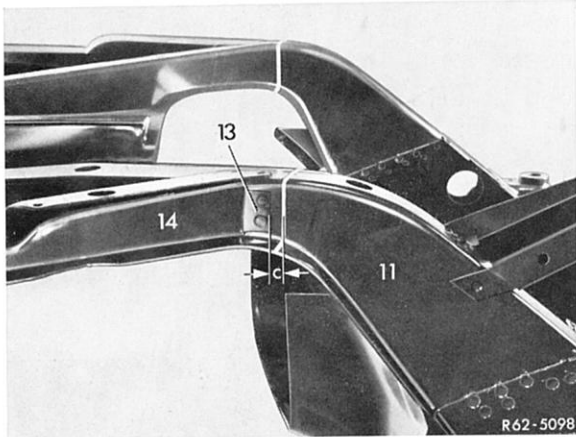

Bild 62-2/16 Ersatzteilverbau
12 Ersatzteilverbau zuschneiden. Beide Längsträgeranschlußschalen, wie in Bild 62-2/16 dargestellt, 10 mm (c) vor dem Punktflansch (13) der Diagonalstrebe (14) abtrennen.